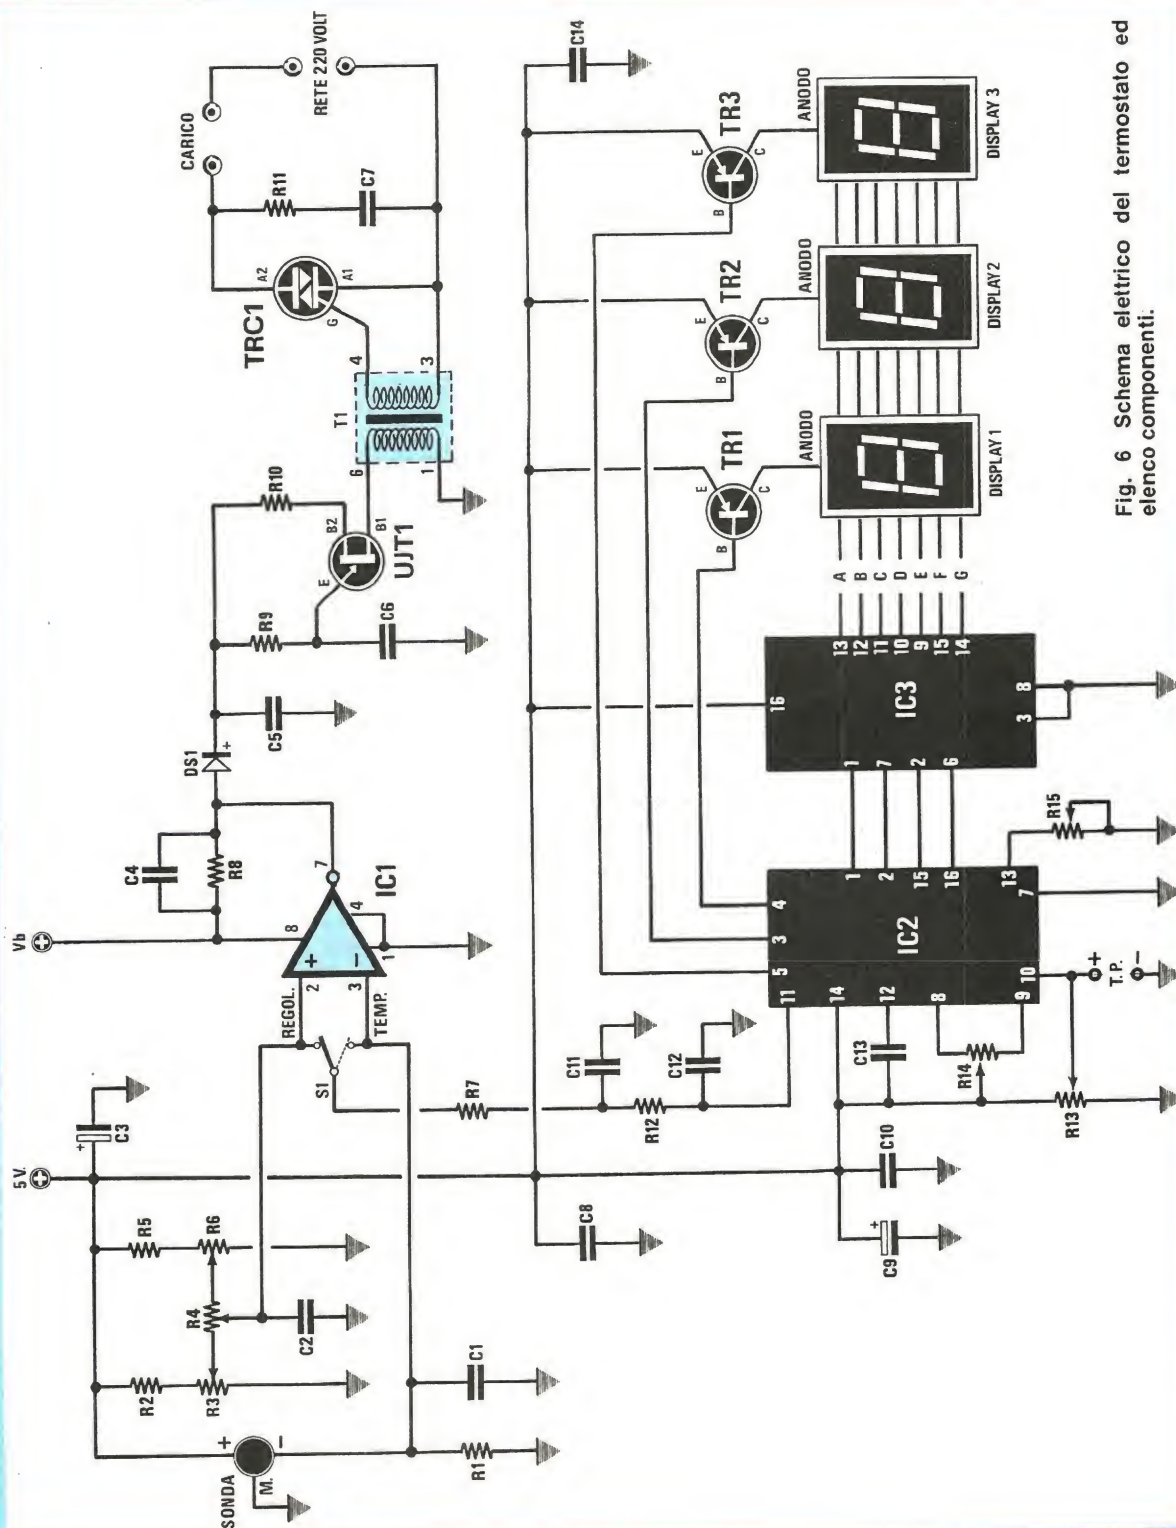

Fig. 6 Schema elettrico del termostato ed elenco componenti.
Conoscendo la funzione della sonda e del comparatore di tensione vi sarà ora molto più facile comprendere tutto il funzionamento dello schema elettrico riportato in fig. 6.
**Fig. 7** Schema elettrico dell'alimentatore che troverà posto sullo stesso circuito stampato del termostato. Per i valori dei componenti vedere la lista da noi riportata in fig. 6.